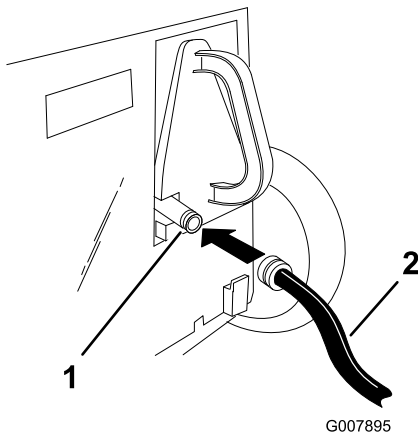

Figura 21
3. Sollevare lo sportello posteriore e montare il giunto sul raccordo di lavaggio del tosaerba sul coperchio di scarico (Figura 21).